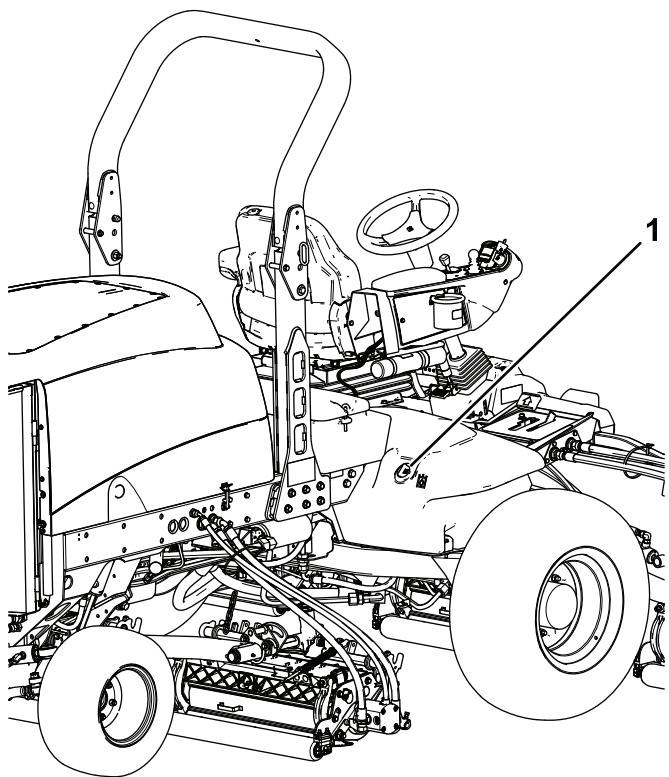

Figura 119
2. Limpe a zona em redor do tubo de enchimento e da tampa do depósito hidráulico (Figura 119).